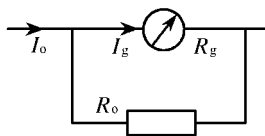

图 1-2-9
(3) 安培表
①结构 如图 1-2-9 所示。
②原理 以满偏为研究对象